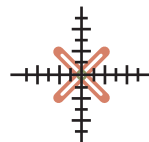

Abb. 33
Die Messbereitschaft wird durch die blinkende Peilhilfe (X) in der Mitte der Strichplatte angezeigt, siehe Abb. 33.